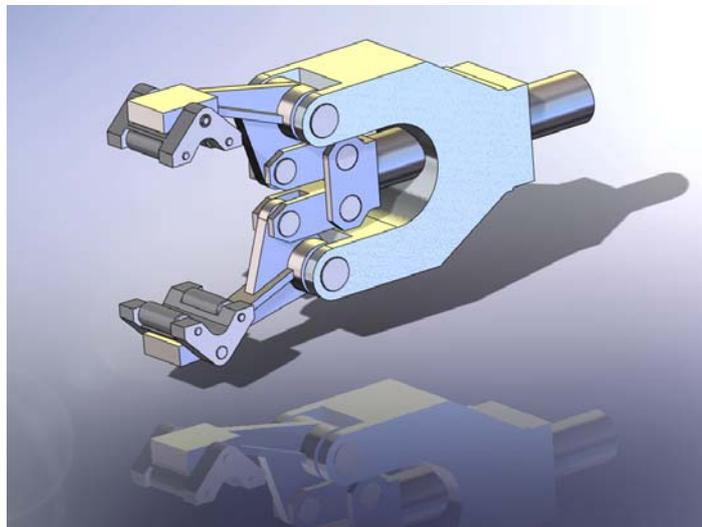

Рис. 11.35 Клещи в сборе
Для того, чтобы на практике закрепить материал, представленный в предыдущем разделе, рассмотрим пример сборки механизма **Клещи** (рис.11.35) методом "Снизу Вверх".
- 6) Исходя из конструкции Клещей (см.рис.11.35) явствует, что захват заготовки осуществляется при помощи симметрично расположенных рычажных механизмов, которые можно выделить в самостоятельный узел, который формируем в *Дереве конструирования*, вызвав с панели **Сборка** (или *Вставка* → *Компонент*) команду **Новый узел** .